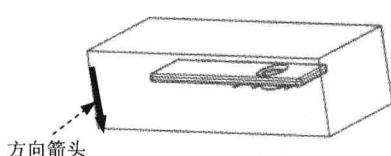

图 1.5 定义投影的方向
(1) 在“阴影曲面”对话框中双击 **Direction (方向)** 元素，系统弹出“选取方向”菜单。
(2) 在 **GEN SEL DIR (一般选取方向)** 菜单中，选择 **Plane (平面)** 命令。
(3) 在系统 **选取将垂直于此方向的平面。** 的提示下，选取图 1.5 所示的坯料表面；将投影的
方向切换至图 1.5 中箭头所示的方向，然后选择 **Okay (确定)** 命令。